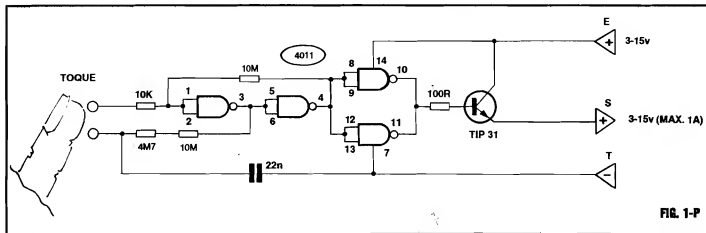

FIG. 1-P
- FIG. 1-P - O DIAGRAMA ESQUEMÁTICO DO CIRCUITO - No núcleo lógico do circuito, utilizamos os quatro **gates NAND** contidos num Integrado C.MOS 4011, comum e de baixo custo... Dois dos **gates** (os delimitados pelos pinos 1-2-3 e 4-5-6...) estão interligados como **simples inversores**, e como amplificadores poderosos de Corrente, em forma "cruzada" (já vimos estrutura parecida, no passado, quando estudamos o BIESTÁVEL com transistores bipolares comuns...), ou seja: a Entrada de um bloco ligada à Saída do outro, e vice-versa... A presença de um capacitor (22n) e da própria Resistência da pele do dedo do operador, forma, então, sobre o dito BIESTÁVEL, uma rede de realimentação de fase com **constante de tempo** de aproximadamente meio segundo, capaz de transformar o conjunto num verdadeiro ASTÁVEL... Isso quer dizer que,